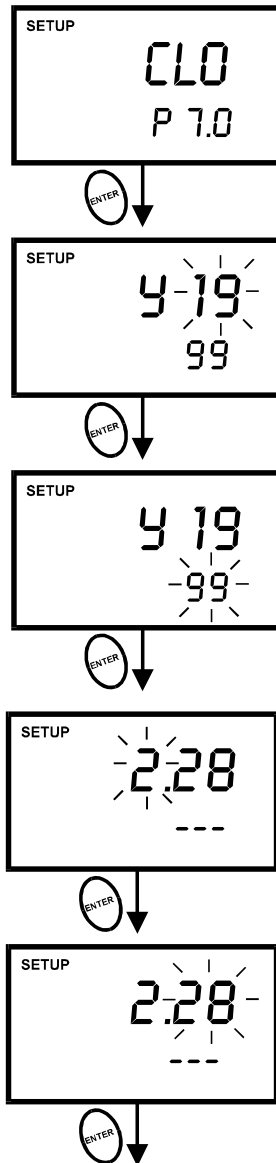

Abbildung 32 - P5.0: Jahrhundert, Jahr, Monat und Datum einstellen
6. Drücken Sie die **MI/▲** und **MR/▼** Tasten, um das richtige Jahr auszuwählen. Siehe Abbildung 32.
9. Drücken Sie die **ENTER** Taste, um den Monat zu bestätigen und fahren Sie fort mit der Datums-Auswahl. Die "Datums-Ziffern" werden aufblinken. Siehe Abbildung 32.